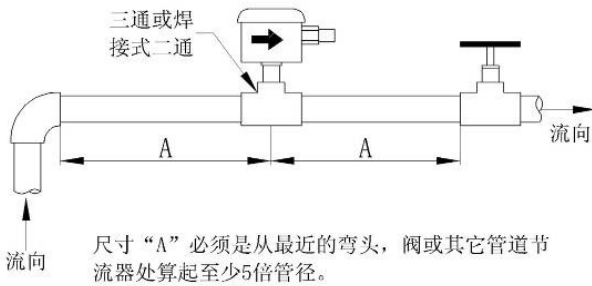

图 6 标准安装
- FS80-C 流量开关一定要安装到一段直线管道上，其两边至少有 5 倍管径的直行程。（参见图 6）